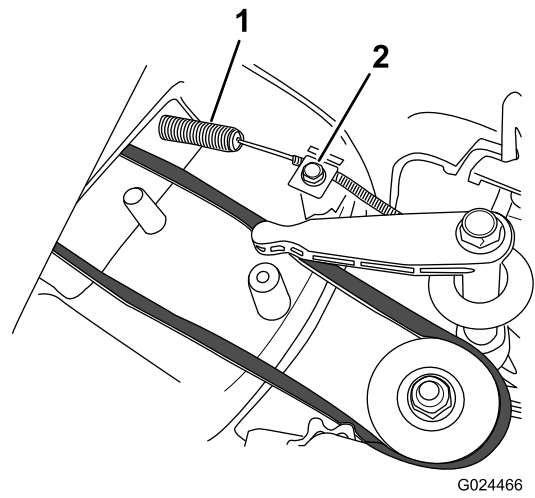

Figura 32
2. Instale el nuevo cable del freno de la cuchilla, pero no apriete la abrazadera de la parte superior de la carcasa de corte (Figura 32).